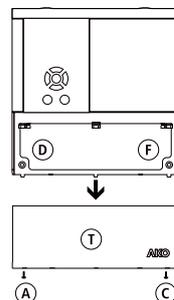

FIG.1a
- Retirer le couvercle T de l'appareil (Fig. 1a ou Fig. 1b).
- Insérer et serrer les vis D, E, F (Fig. 1a ou Fig. 1b).
- Après avoir connecté les câbles comme sur le schéma de connexion, fermer le couvercle T, insérer et serrer les vis A, B, C (Fig. 1a ou Fig. 1b).